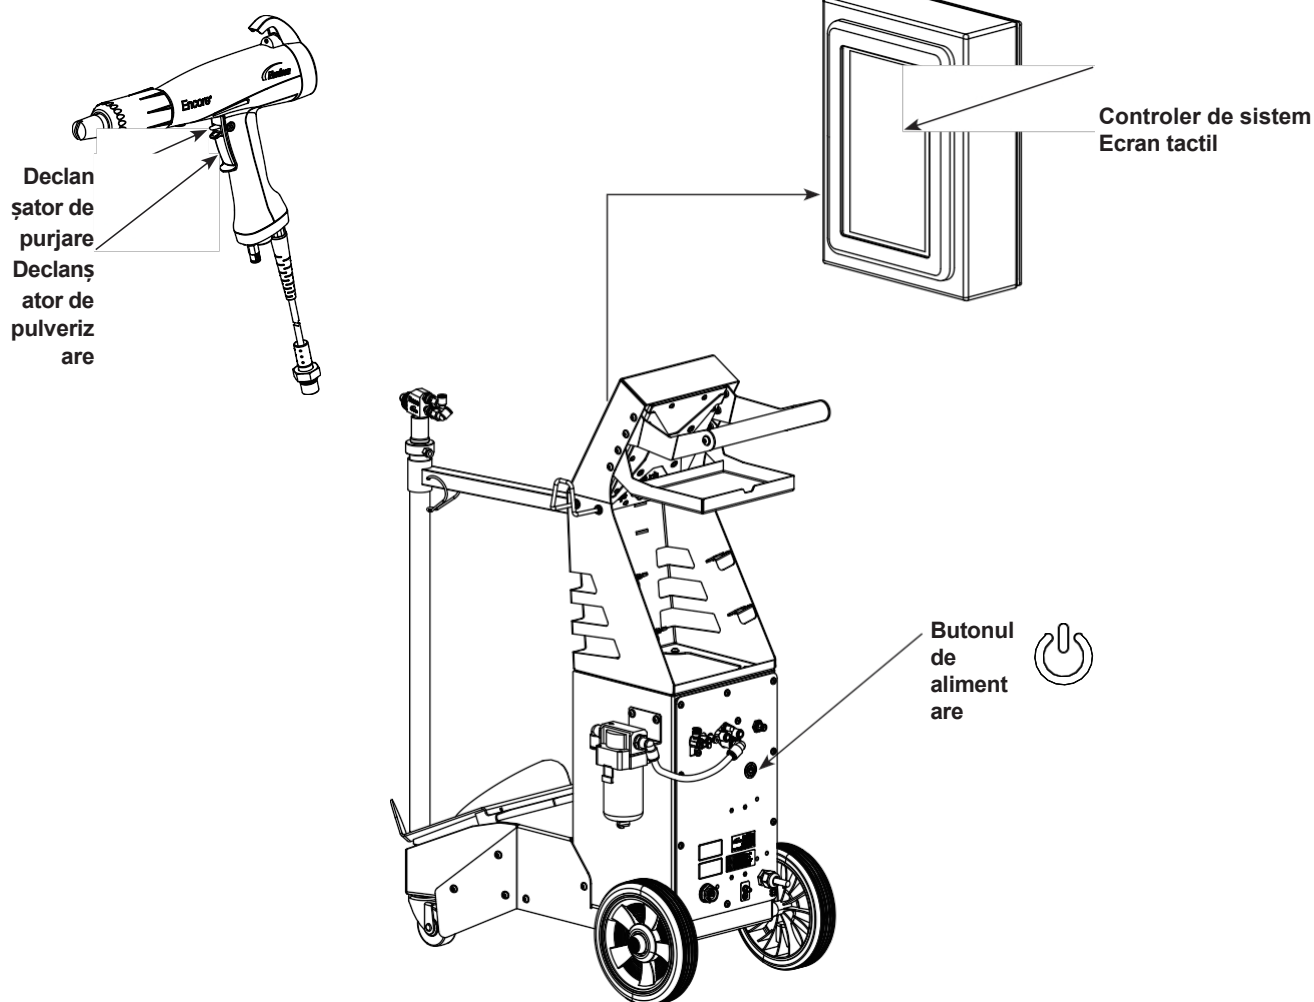

Figura 4-4 Controalele sistemului
4. A se vedea figura 4-4. Asigurați-vă că pistolul de pulverizare nu este declanșat, apoi porniți alimentarea sistemului . Ecranul tactil al controlerului de sistem ar trebui să se aprindă.
A se vedea figura 4-4.